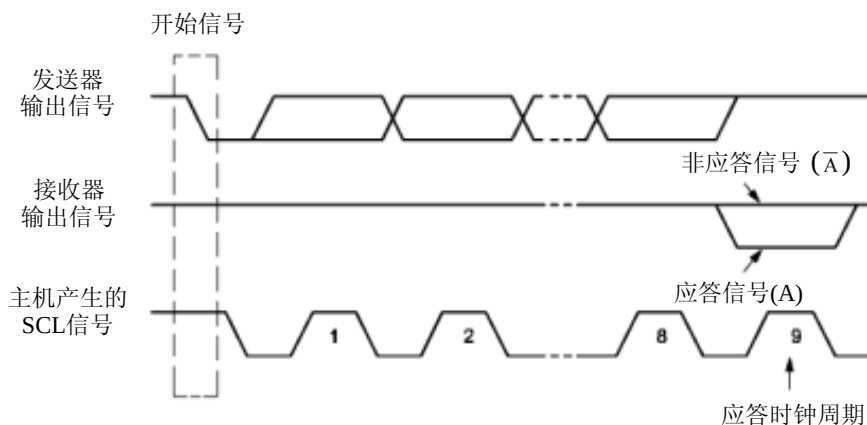

Figure 16-5 IIC 总线的应答信号
重新开始信号 (Repeated START): 在 IIC 总线上, 由主机发送一个开始信号启动一次通信后, 在首次发送停止信号之前, 主机通过发送重新开始信号, 可以转换与当前从机的通信模式, 或是切换到与另一个从机通信。如 Figure16-5 所示, 当 SCL 为高电平时, SDA 由高电平向低电平跳变, 产生重新开始信号, 它的本质就是一个开始信号。
应答信号 (A): 接收数据的 IIC 在接收到 8 位数据后, 向发送数据的 IC 发出的特定的低电平脉冲。每一个数据字节后面都要跟一位应答信号, 表示已收到数据。应答信号在第 9 个时钟周期出现, 这时发送器必须在这一时钟位上释放数据线, 由接收设备拉低 SDA 电平来产生应答信号, 由接收设备保持 SDA 的高电平来产生非应答信号 ($\bar{A}$), 如 Figure16-5 所示。所以, 一个完整的字节数据传输需要 9 个时钟脉冲。如果从机作为接收方向主机发送非应答信号, 这样, 主机方就认为此次数据传输失败; 如果是主机作为接收方, 在从机发送器发送完一个字节数据后, 发送了非应答信号, 从机就认为数据传输结束, 并释放 SDA 线。不论是以上哪种情况都会终止数据传输, 这时, 主机或是产生停止信号释放总线, 或是产生重新开始信号, 开始一次新的通信。开始信号、重新开始信号和停止信号都是由主控制器产生, 应答信号由接收器产生, 总线上带有 IIC 总线接口的器件很容易检测到这些信号。